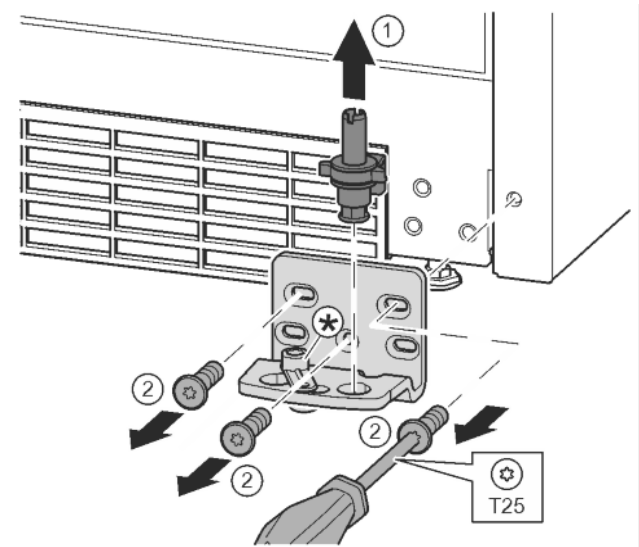

Fig. 13
- ▶ Sortir complètement l'axe de palier par le haut. Fig. 13 (1)
- ▶ Desserrer les vis avec le tournevis T25 et enlever le support de palier. Fig. 13 (2)